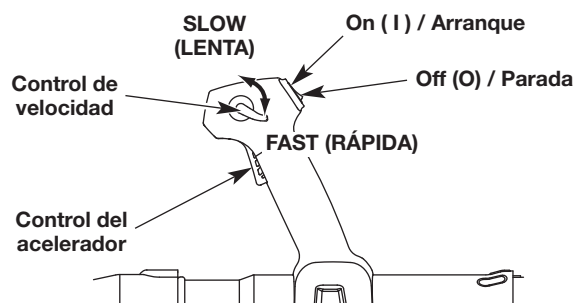

Fig. 7
NOTA: No es necesario encender la unidad. El interruptor de encendido/apagado está en la posición ON (I) (encendido) en todo momento (Fig. 7).
5. Mueva el control de velocidad a la posición FAST (Fig. 7).
2. Oprima y mantenga apretado el interruptor de encendido/apagado en la posición OFF (O) (apagado) hasta que el motor se pare por completo (Fig. 7).
- Use el control de velocidad para facilitar la operación continua (Fig. 7).